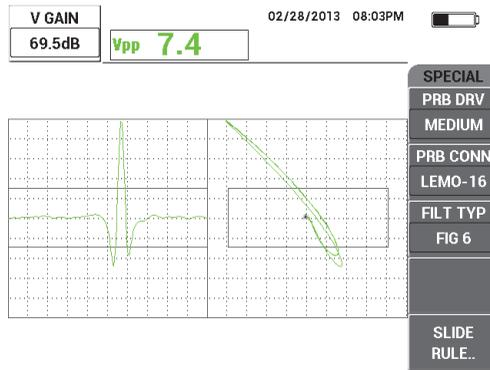

Рис. 5-67 Настройка вертикального усиления
8. 11) Дважды нажмите клавишу GAIN (**dB**) и увеличьте **В УСИЛ** до тех пор, пока сигнал риски не достигнет полной высоты экрана (100 % вертикал.) [см. Рис. 5-67 на стр. 187].